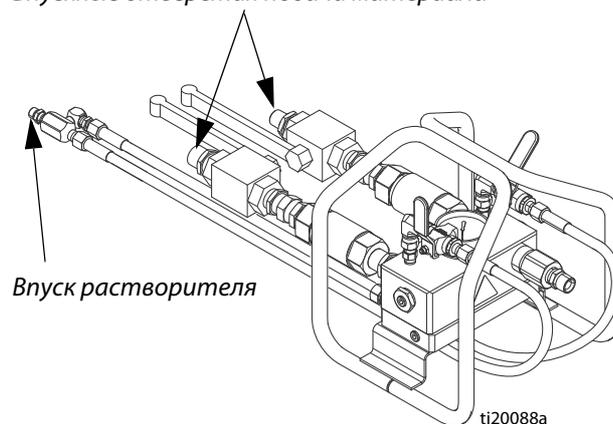

РИС. 21
2. Подключите шланг 3/4 дюйма для подачи материала А и шланг 1/2 дюйма для подачи материала В к шаровым клапанам впускных отверстий подачи материала на смесительном коллекторе. См. РИС. 21.
4. Проложите фиолетовый промывочный шланг от коллектора под рамой коллектора и подключите его к промывочному шлангу 1/4 дюйма в связке шлангов. См. РИС. 21.